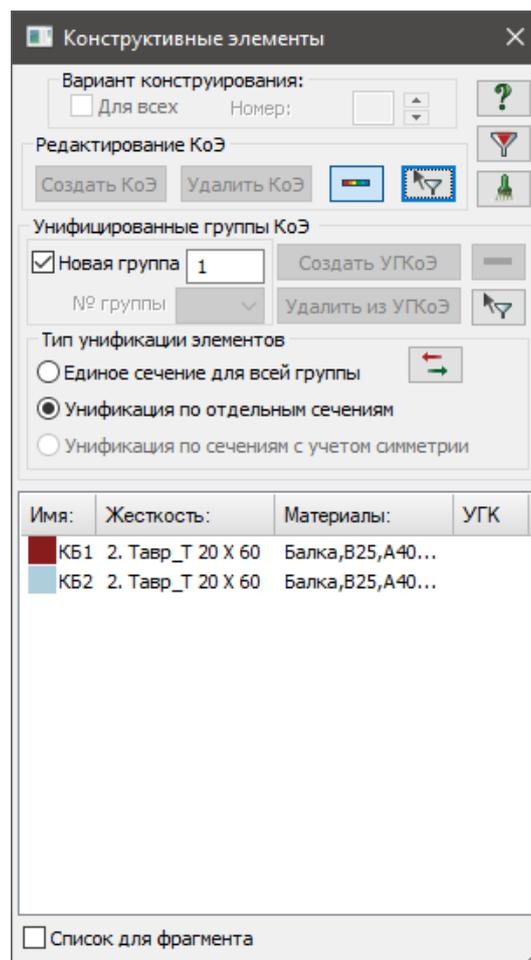

Рис.16.16. Диалоговое окно **Конструктивные элементы**
- ❑ Для создания конструктивных элементов вызовите диалоговое окно **Конструктивные элементы** (рис.16.16) щелчком по кнопке  – **Конструктивные элементы** (панель **Конструирование** на вкладке **Создание и редактирование**).